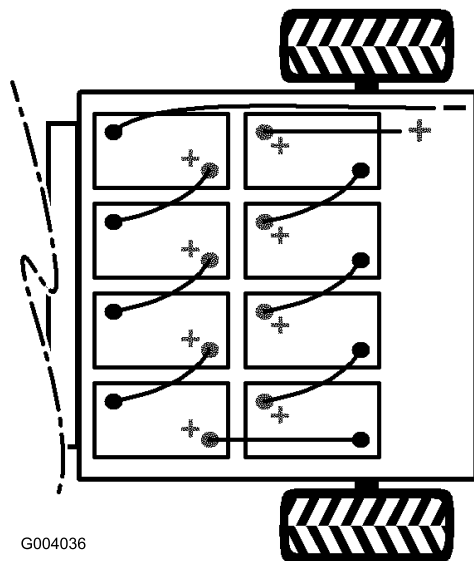

Bild 6
4. Setzen Sie die Batterien ein (Bild 6).
**Hinweis:** Achten Sie auf die Batteriepolarität, wenn Sie neue Batterien einsetzen (Bild 6).
6. Verbinden Sie die Batterien mit den Batteriekabeln, die in den losen Teilen enthalten sind (Bild 6).
7. Ziehen Sie die Schraube an und befestigen Sie die andere Seite des Clips mit einer neuen Schraube (5/16" x 3/4") und einer Bundmutter (5/16") (Bild 6).
8. Schließen Sie das lange, rote, Hauptpluskabel zwischen dem Batterieverteiler und der Maschine an (Bild 6).
9. Schließen Sie das lange, schwarze Hauptminuskabel zwischen dem Batterieverteiler und der Maschine an (Bild 6).